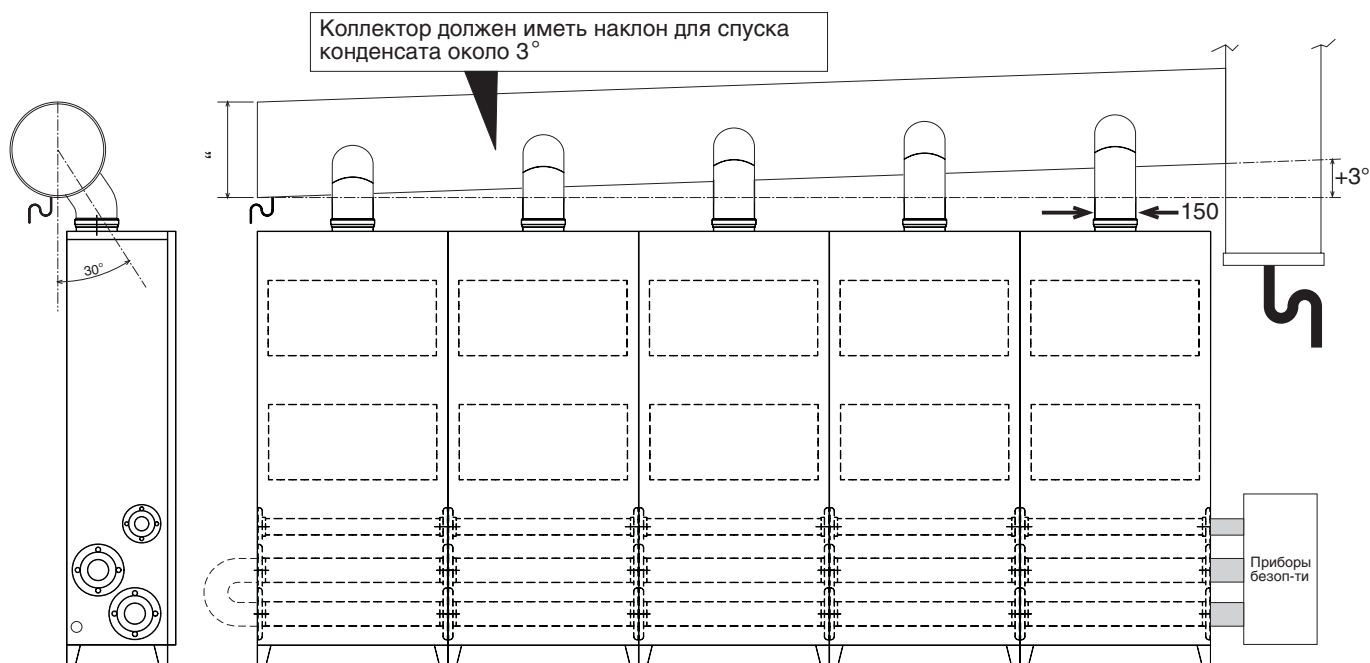

Рис. 11
- ¥ При подключении котлов в каскаде, подсоединить выход дыма (\varnothing 150) каждого котла как показано на рисунке, также обратить внимание на изменение диаметра при увеличении количества котлов (см. таблицу). Дымоход каждого котла должен подключаться к коллектору под углом 30° по вертикали (рис. 11).